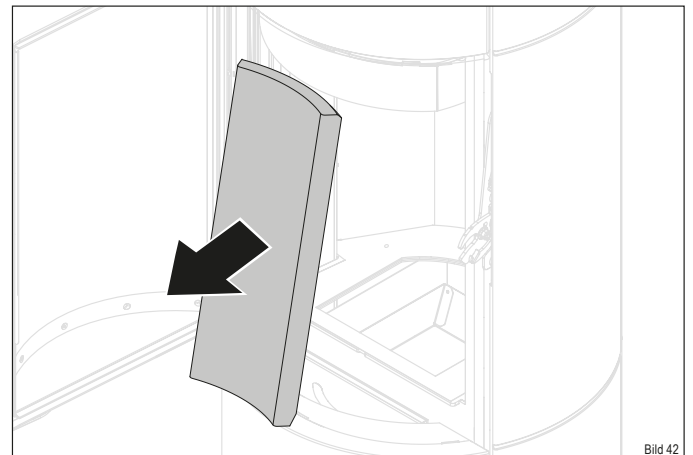

Bild 42
- ▶ Entnehmen Sie den hinteren Thermostein (Bild 42).